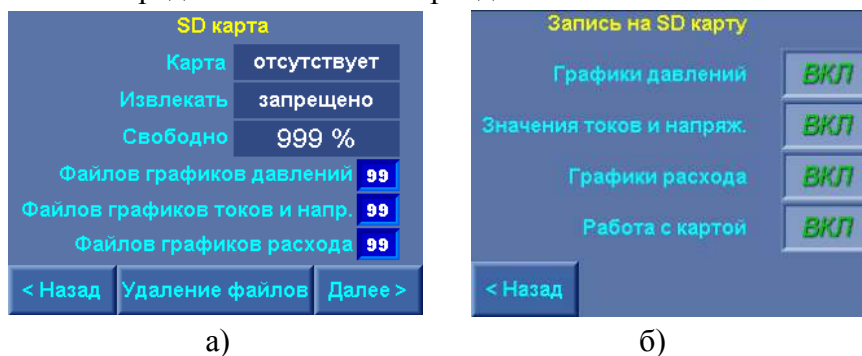

Рис. 8.8. Меню SD-карта
Работа с картой памяти объемом 4 Гб, на которую производится запись графиков давлений, токов и напряжения, расхода обеспечивается в меню SD-карта (рис. 8.8 а, б). Частота записи трендов – 1/секунда. Параметры записи определяются в меню Тренды.
Управление работой с картой и сохранением трендов производится в меню Запись на SD-карту (рис. 8.8. б). В меню:
**Работа с картой: ВКЛ/ВЫКЛ.** При включённом состоянии разрешает запись назначенных параметров на SD-карту. При активной функции записи в меню SD-карта (рис. 8.8 а) индицируется запись **Извлекать запрещено**. Для извлечения карты необходимо функцию «Работа с SD-картой» установить в состояние **ВЫКЛ**.
Выход из меню Запись на SD-карту в меню SD-карта (рис. 8.8 а) – нажатием клавиши «< Назад», в Главное меню – нажатием клавиши «ESC» БУК.
Выход из меню работа с файлами SD-карты в меню SD-карта (рис. 8.8 а) – нажатием клавиши «< Назад», в Главное меню – нажатием клавиши «ESC» БУК.